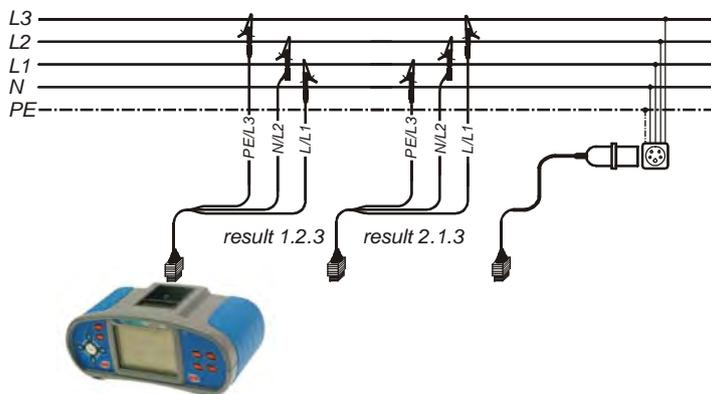

Abb. 5.28: Anschluss des Universalprüfkabels und des optionalen Adapters im Dreiphasen-System
- ❑ Schließen Sie die Prüfleitungen an die zu prüfende Anlage an (siehe Abb. 5.28 und 5.29).